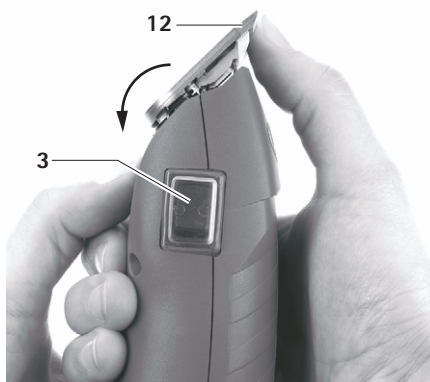

Fig. 5
- Empujar el cabezal de corte 12 hacia delante, ver Fig. 5.